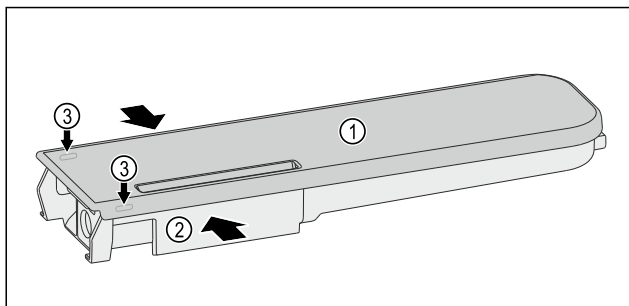

Fig. 123
- Trykk sammen vannbeholderen Fig. 123 (2) og jekk lokket Fig. 123 (1) forsiktig over låsetappene Fig. 123 (3) og trekk det opp.
- Flytt lokket Fig. 123 (1) litt fram og tilbake, og ta det av oppover.